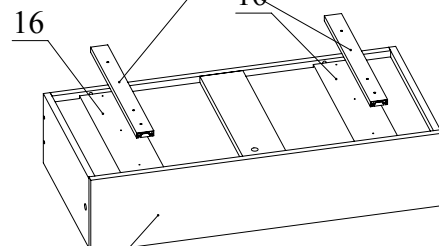

Рис.9
10. **Закрепите внутренние планки направляющих к деталям 16 шурупами 3,5х16** (Рис. 9).